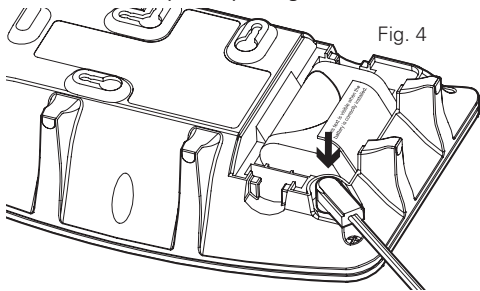

Fig. 4
5. Branchez le câble d'alimentation à l'alarme sonore basse fréquence en insérant le câble au point de connexion tel qu'indiqué (Fig. 4).